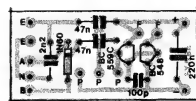

Fig. 3
- FIG. 3 - "CHAPEADO" DA MONTAGEM - A plaquinha agora é vista pelo lado sem cobre, com as peças posicionadas (menos as que ficam "fora" da placa, abordadas visualmente na próxima figura). Muita atenção para as localizações/posições dos dois transistores (qualquer inversão af "danará" tudo...) com seus lados "chatos" se confrontando, ficando o BC559C à esquerda (na posição em que a plaquinha é visualizada) e o BC548 à direita... Observar também a posição do diodo 1N60, com sua extremidade marcada (de cátodo) "apontando para cima" (sempre considerando a posição em que a plaquinha é vista...). Cuidado para não trocar os valores/posições dos capacitores... Se surgirem dúvidas na identificação/leitura de valores das peças, o Leitor/Hobbysta deve recorrer às informações (importantes) contidas no TABELÃO APE, encartado no início da Revista... Terminadas as soldagens, tudo deve ser conferido (valores, códigos, posições, polaridades, estados dos pontos de solda - pelo lado cobreado, etc.), podendo então ser cortadas as "sobras" de terminais para "limpar a área"...